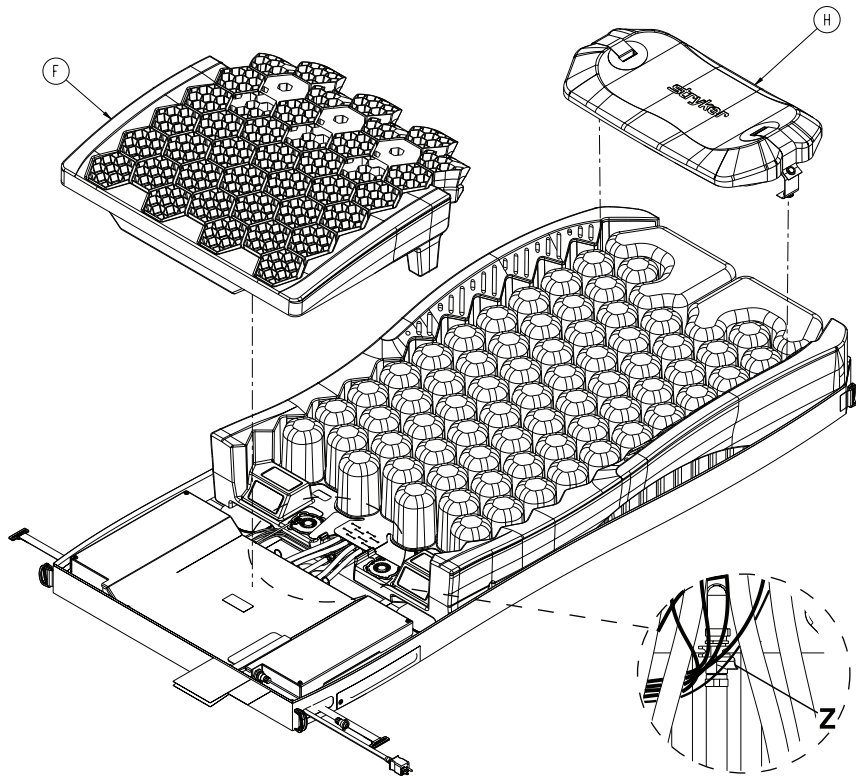

Figure 2-12 : Matelas en gel, coussin et raccord rapide
2. Détacher le coussin (H) sur les côtés gauche et droit de l'assemblage de cellules (Figure 2-12 à la page 2-34). Conserver le coussin.
4. Soulever le matelas en gel côté pieds (F) pour le retirer (Figure 2-12 à la page 2-34). Conserver le matelas en gel.
5. Détacher le raccord rapide (Z) (Figure 2-12 à la page 2-34).